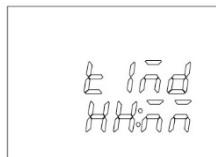

Рисунок 17
- 8.10.2. Нажать кнопку «РЕЖИМ», на дисплее отобразится выбранный параметр (в данном случае, режим автонастройки At). Вращая ручку энкодера по часовой стрелке выбрать параметр $t\text{IMd}$ (Рисунок 17). Нажать на ручку энкодера, при этом замигает установленное значение. Вращая ручку энкодера установить необходимое значение (HH:MM или MM:SS) и снова нажать на ручку энкодера, затем снова нажать кнопку «РЕЖИМ». Контроллер вернётся в исходный режим.